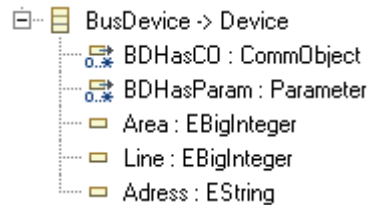

*Figura 2.21. Sintaxis abstracta: Device.*
- **Device**: Nodo padre del que heredan dos tipos de dispositivos: *EndDevice* y *BusDevice*. Posee las características comunes a ambos (ver también *Figura 2.21.*):